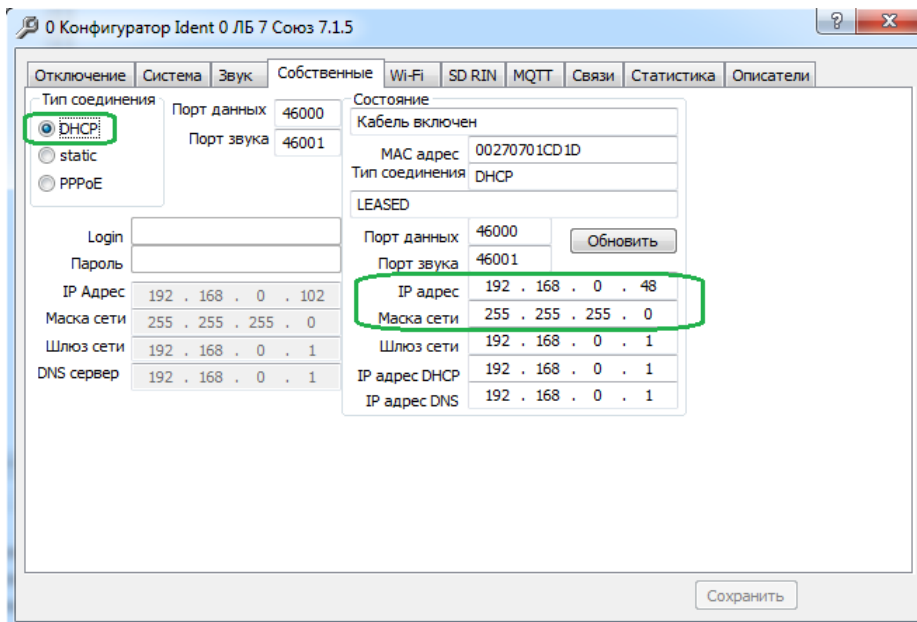

Рисунок 13 Выбор типа соединения DHCP. Назначенный IP адрес в режиме DHCP
Выбор типа соединения во вкладке **Собственные**. Тип соединения **DHCP** (выделено зелёным цветом), см. **Рисунок 13**
**IP:192.168.0.48** см. **Рисунок 13** (выделен зелёным цветом)
Если подключение выполнено по патч корду UTP RJ45-RJ45 к роутеру, то адрес блока можно посмотреть во вкладке **Собственные: Состояние**, см. **Рисунок 13**